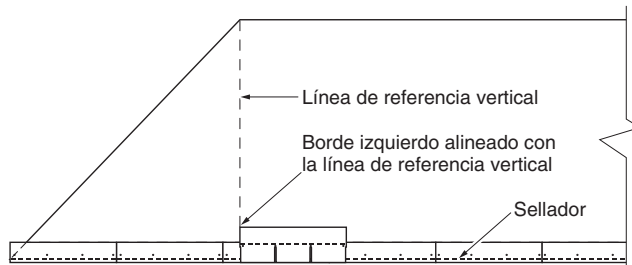

Figura 9-2: Instalación de la primera teja de la primera hilera con el borde izquierdo alineado con la línea de referencia vertical
- Instale la primera teja de la primera hilera con el borde izquierdo alineado con la línea de referencia vertical (consulte la Figura 9-2).
3. Instale las hileras iniciales como se indica en las instrucciones de aplicación de la teja que se aplica. Superponga la línea de referencia vertical, por la porción de la longitud de la mitad de la lengüeta de la teja en vez de cortarla. La hilera inicial se debe extender a la longitud completa de los aleros (Figura 9-2).